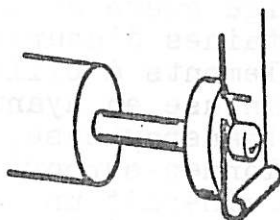

Fig. 5: Mise en place du rouleau excitateur
Suit maintenant le nettoyage proprement dit. Avec un chiffon de lin propre mouillé d'alcool, on nettoie et sèche successivement les colonnes-support en plexiglas (7), le rouleau moteur et les deux faces de la bande transporteuse. Ceci fait, il convient de remonter les pièces dans l'ordre inverse du démontage avant de procéder au nettoyage du rouleau excitateur qui se fait de la même façon. Ensuite, on frotte ce rouleau avec un chiffon sec jusqu'à ce qu'il attire de petits morceaux de papier, l'introduit immédiatement dans la bande transporteuse et le replace dans ses supports en veillant à ce que la petite cheville fixée aux coussinets soit placée comme le montre la figure 5.